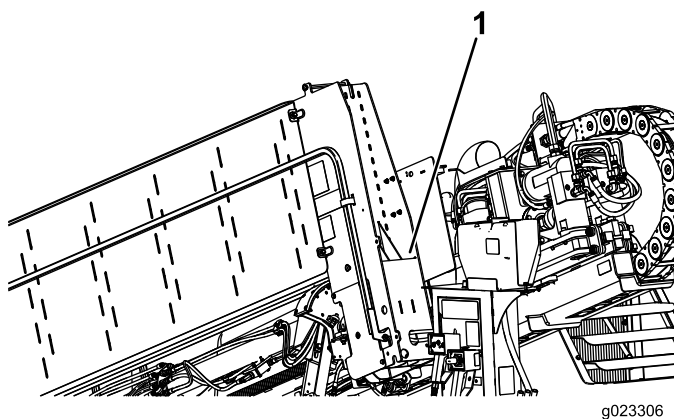

Рисунок 100
7. Поместите замок гидроцилиндра на хранение рядом с баком антифриза (Рисунок 100).